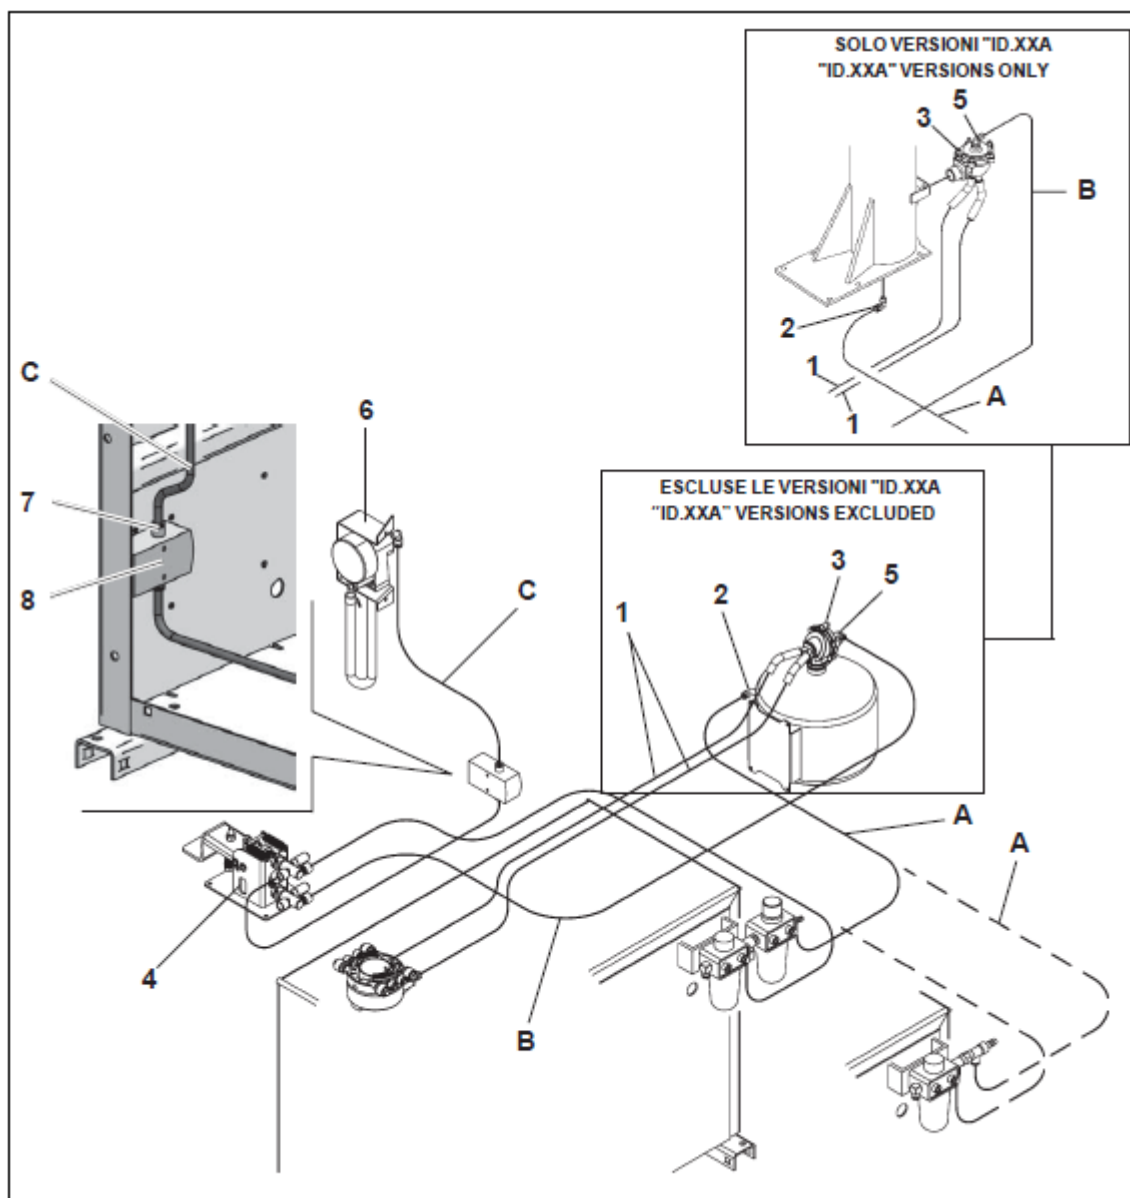

Рис. 7
- m) Для всех "I" версий - соедините два шланга 1 (рис. 7) - предварительно соединённые с распределительным клапаном на редукторе станка - и закрепите с помощью прилагаемого зажима;